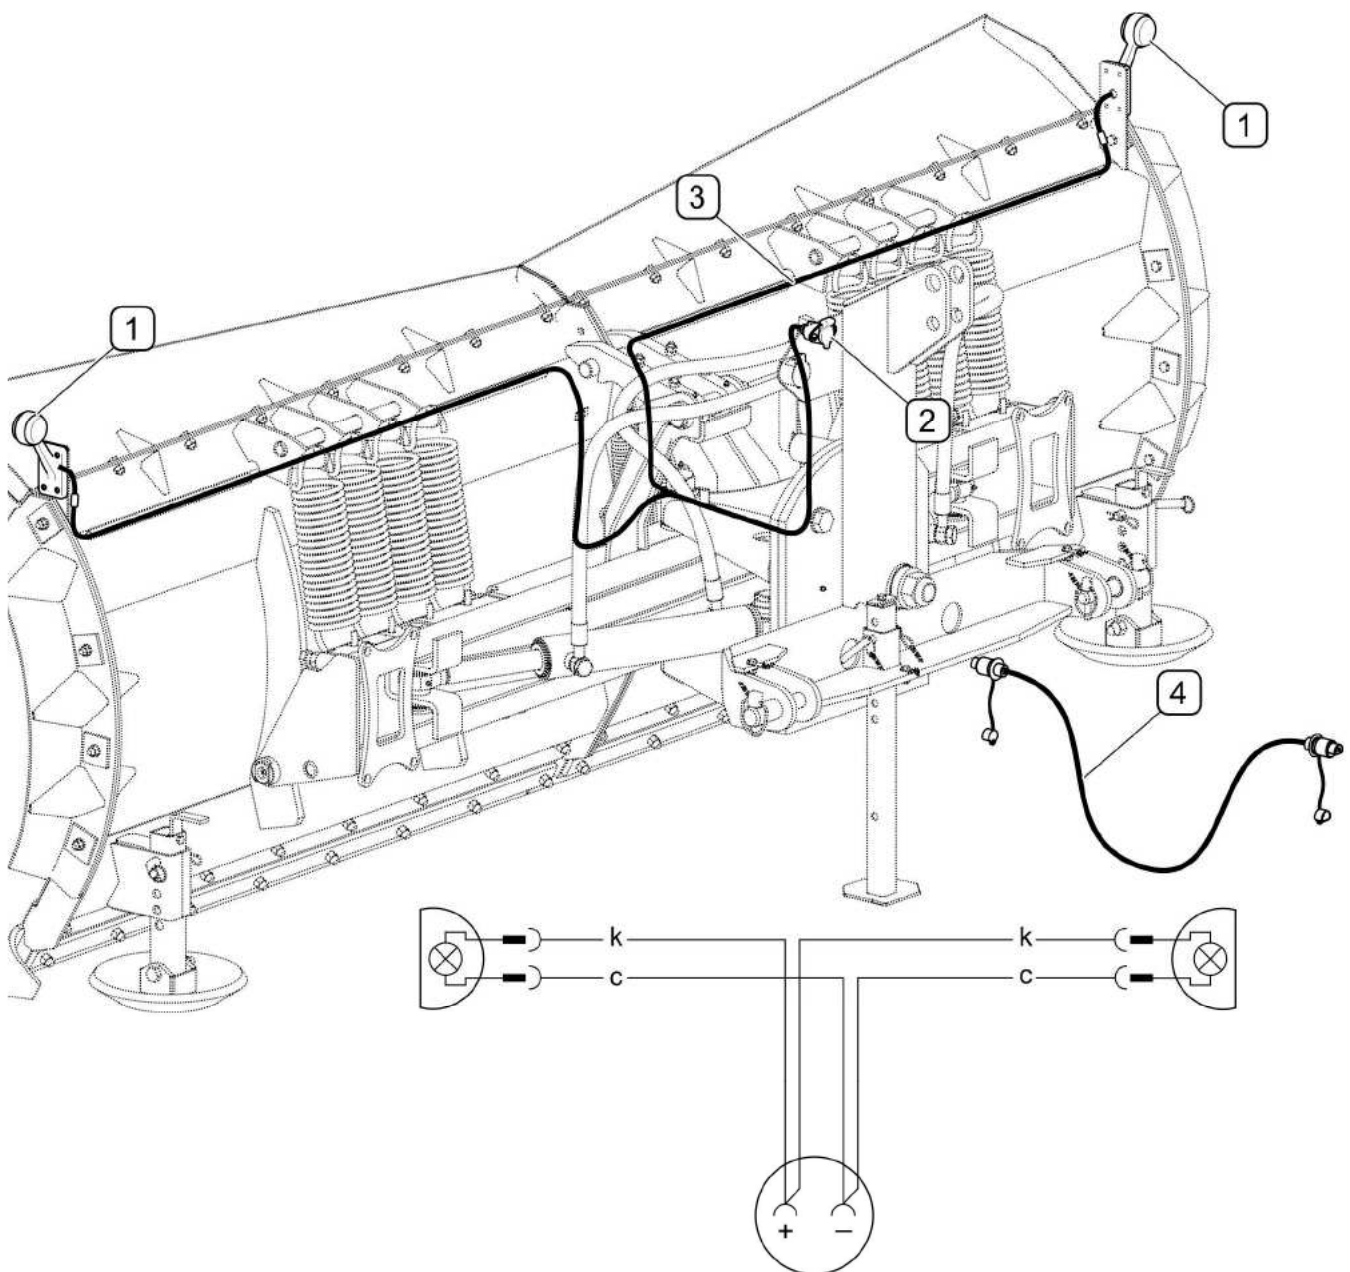

РИСУНОК 3.4 Устройство электрической системы
(1)- боковой габаритный фонарь; (2)- 3-пиновый разъем; (3)- электропровода; (4)- присоединительный провод; с- черный цвет; k- красный цвет
Электрическая система (РИСУНОК 3.4) питания боковой габаритной сигнализации плуга состоит из двух габаритных фонарей (1) и пучка электропроводов с 3-пиновым разъемом (2) на конце. Электросистема плуга соединяется с электросистемой трактора (транспортного средства) при помощи присоединительного провода (4). В тракторах Pronar предусмотрен дополнительный разъем на пучке электропроводов, питающих передние фары, к которому можно подсоединять 3-пиновый разъем. Для того, чтобы можно было управлять разъемом из кабины трактора, необходимо установить на панели дополнительный выключатель (если не установлен на заводе) и подсоединить к нему соответствующие клеммы электропроводов, входящих в состав пучка, питающего передние фары.